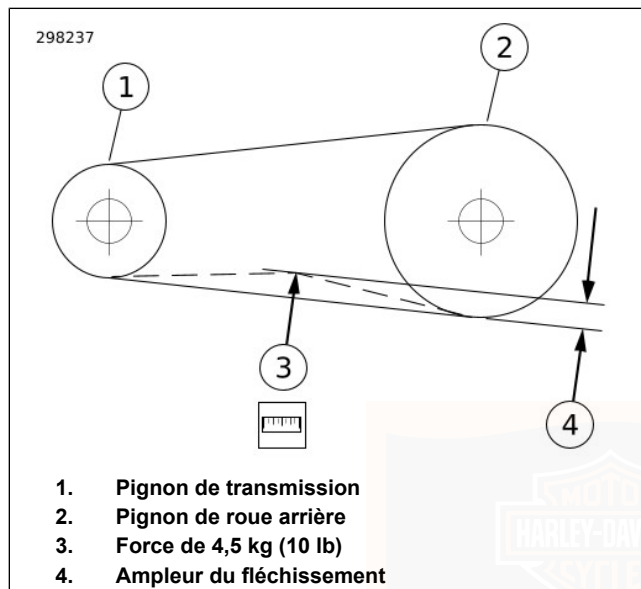

Figure 75. Vérification du fléchissement de la courroie
- b. **Tous les autres modèles :** voir Figure 75. Mesurer le fléchissement de la courroie (4) tout en immobilisant la jauge.